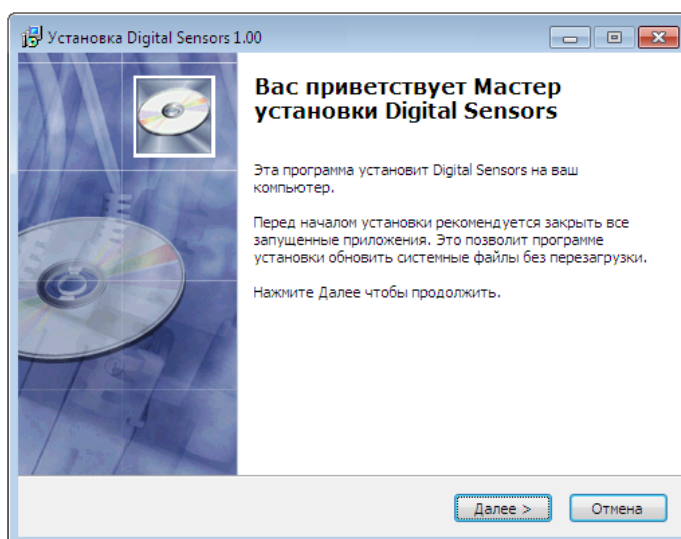

Рисунок 2.1
2.3.3.2 Вставьте диск с ПО "DIGITAL LABORATORY 2" в дисковод CDROM Вашего ПК. На ПК запустите файл "DigitalSensors_Setup.exe", который находится в корневом каталоге диска CD-R из комплекта поставки (двойным щелчком левой кнопки "мыши" по файлу). На экране монитора появится окно "Установка Digital Sensors 2" (рисунок 2.1).